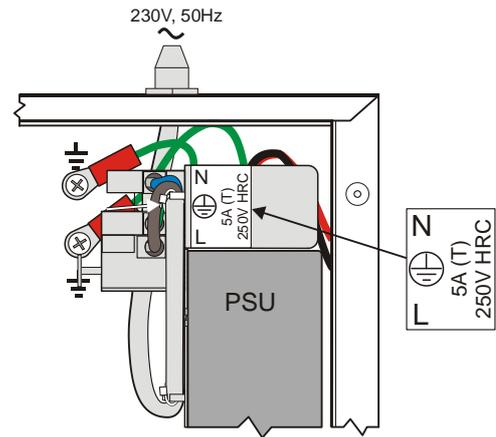

Figura 6 - Entrada de alimentação - todas as centrais
- Ligue o cabo neutro (azul) ao terminal superior e ligue o cabo de fase (castanho ou preto) ao terminal inferior. O bloco de terminais de alimentação principal inclui um fusível que proporciona a proteção adequada contra sobre correntes. A capacidade do fusível indica-se na etiqueta interna da central (situada na parte frontal do suporte da fonte de alimentação, ver a **Figura 6**) e no **Apêndice 1. Especificações** deste documento. No caso de ser necessário, deve ser substituído por um fusível do mesmo tipo ou equivalente.